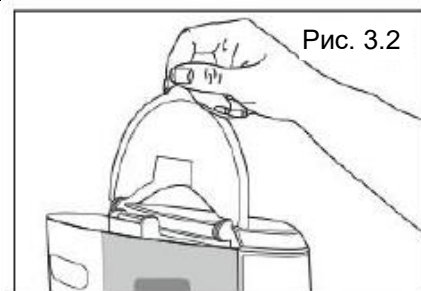

Рис. 3.2
2. Откройте крышку бака для воды (см. Рис. 3.2).